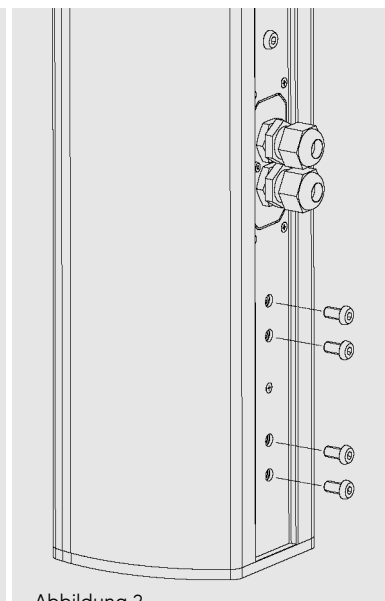

Abbildung 2
2. Entfernen Sie die vier bis sechs Linsenschrauben M6 unterhalb des Anschlussfeldes. **SIEHE ABBILDUNG 2.**